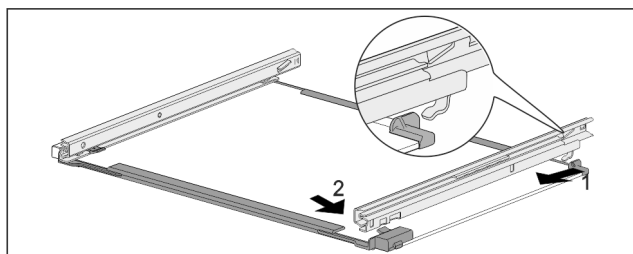

Fig. 236 Skleněná deska s kolejničkami
- Zahákněte kolejničku vzadu. Fig. 236 (1)
- Zaklapněte kolejničku vpředu. Fig. 236 (2)